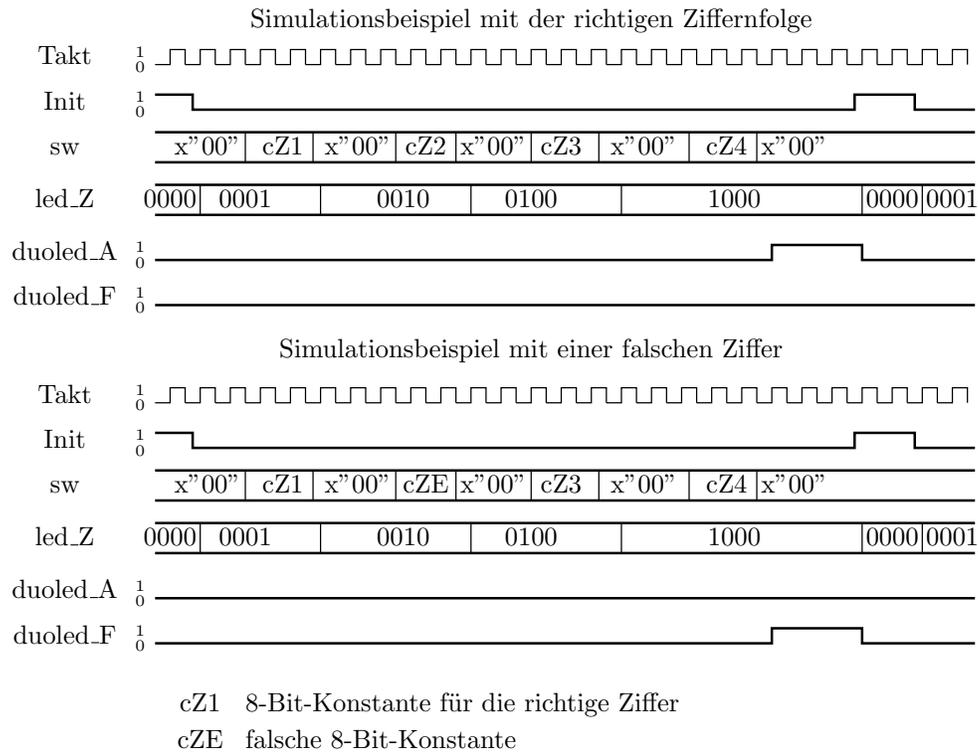

Abbildung 1: Beispielsignalverläufe
3. Entwickeln Sie einen Testrahmen für die Simulation, der das Schaltungsmodell mit den Testeingaben aus Abbildung 1 testet und führen Sie die Simulation durch.
A1.3 vorführbares Simulationsergebnis ähnlich dem in Abbildung 1